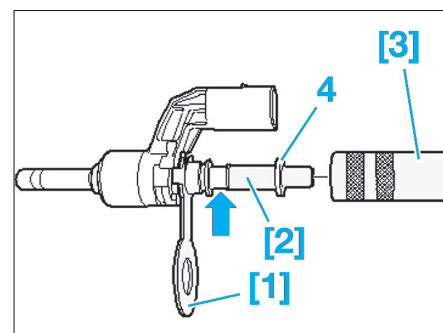

Fig. 45
- [2]. Cône de montage (réf. T10133/13) (Fig.45).
- Installer à la place de l'agrafe (3) l'arrêteoir [1] (Fig.45).
- Glisser la rondelle d'appui (4) avec la douille de calibrage [2].
- Engager une rondelle d'appui neuve (4) sur le cône de montage [3] et mettre en place ce dernier sur l'injecteur.